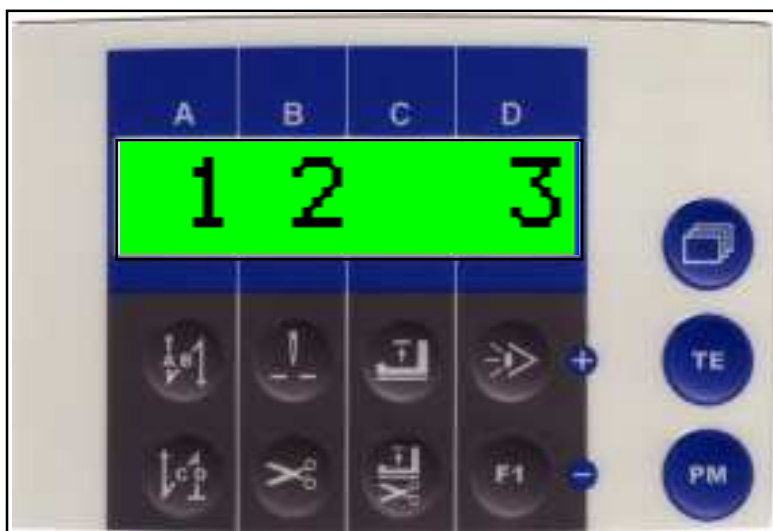

Abb. 9.6
- diese zwei Taster solange gedrückt halten, bis auf dem Display „1 2 3“ (**Abb. 9.6**) angezeigt wird, danach die Taster loslassen.